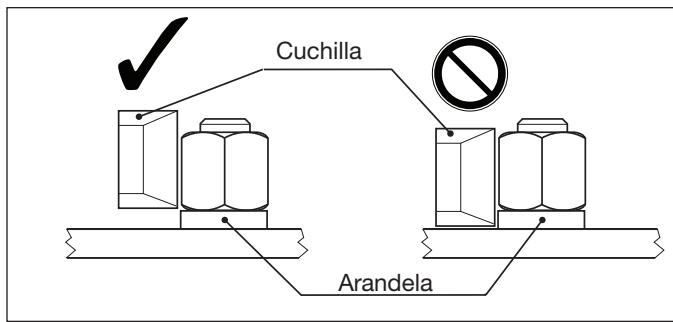

Figura 9. Posición de la cuchilla
7. Asegúrese de que la parte inferior del cabezal cortante está apoyada contra la brida, ya que la cuchilla debe cortar lo más próximo posible a la parte inferior de la tuerca. Sin embargo, si hay una arandela debajo de la tuerca, coloque el separador de tuerca de modo que la cuchilla cortante no toque la arandela. Véase la figura 9.